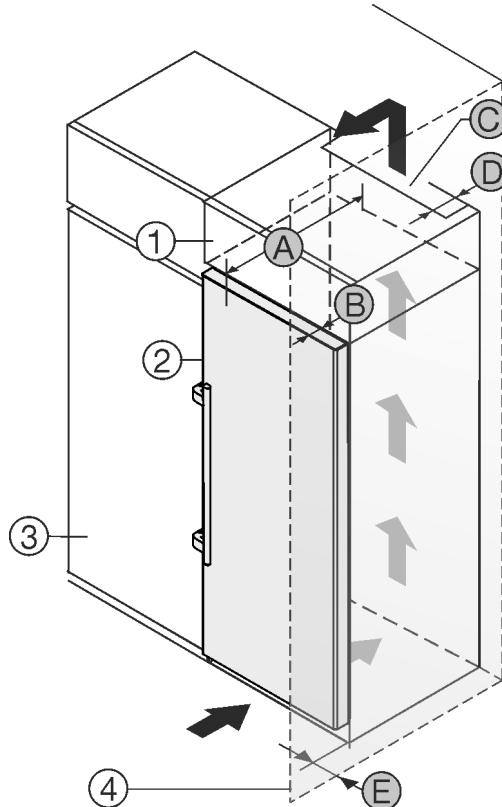

Fig. 24
此冰箱可安装在厨柜内。为了使冰箱 Fig. 24 (2)与橱柜高度一致, 可在冰箱上面放置一个附加柜 Fig. 24 (1)。
将冰箱嵌入厨房正面时, 必须注意周围至少留出 5cm 的距离。如果冰箱直接安放在橱柜 Fig. 24 (3)旁边, 至少需要与冰箱保持 5cm 的距离。为了能完全打开门, 冰箱必须凸出橱柜正面一定深度 Fig. 24 (B)。根据橱柜的深度, 使用壁距调整垫片可以使冰箱更为凸出。
- 在附加柜背面必须有一个竖风道, 其深度 Fig. 24 (D)应超过整个附加柜宽度。
- 盖板下必须保有通风横截面 Fig. 24 (C)。
如果将带铰链的冰箱放置在墙壁 Fig. 24 (4)边, 冰箱和墙壁必须保有距离 Fig. 24 (E)。这取决于冰箱门打开时把手与墙壁的距离。